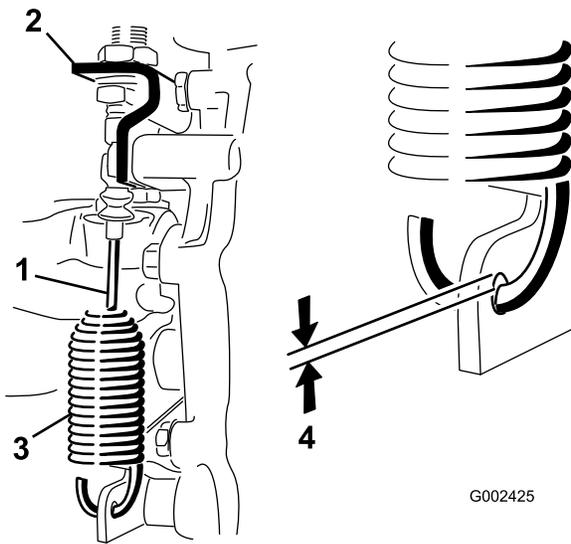

Рисунок 47
2. Ослабьте контргайки, которые крепят тросик блокировки дифференциала к кронштейну на мосту с коробкой передач (Рисунок 47).